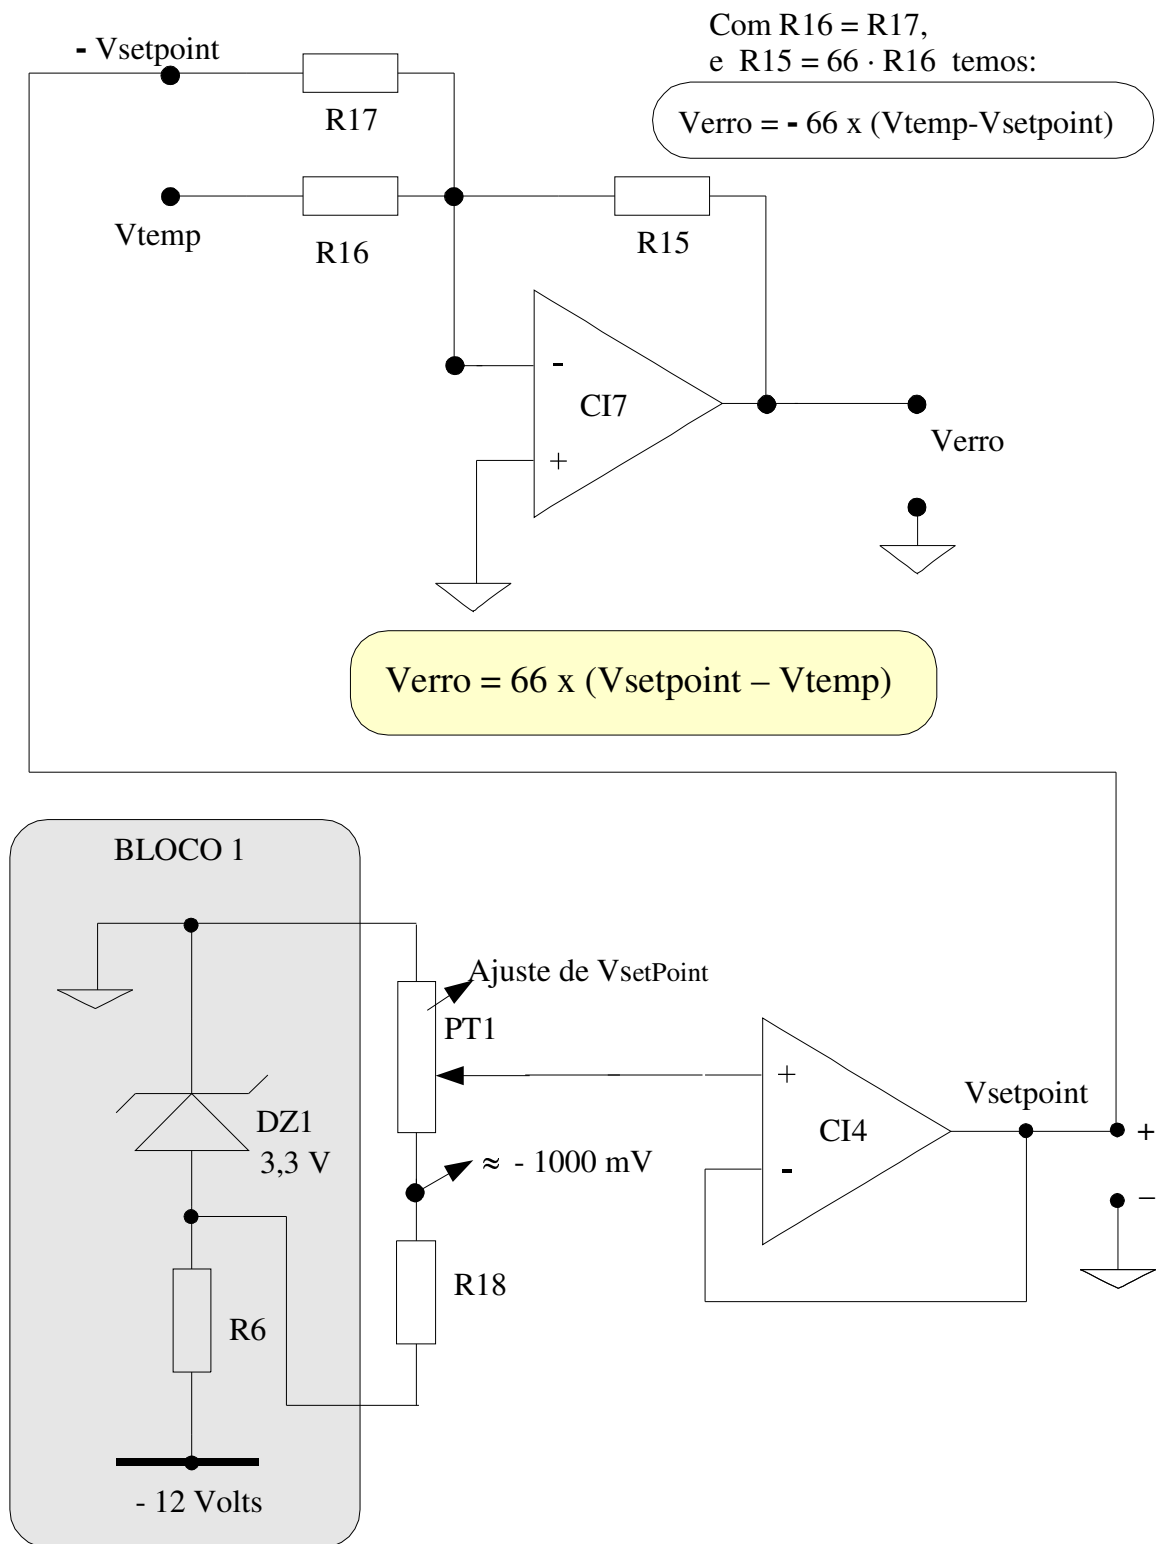

Figura 11 – Circuito de geração do *set-point* acoplado ao amplificador de erro.
- Conectar o sinal de erro (Verro) obtido com o circuito da Figura 11 no resistor R14 da entrada do amplificador de erro (Fig. 8).